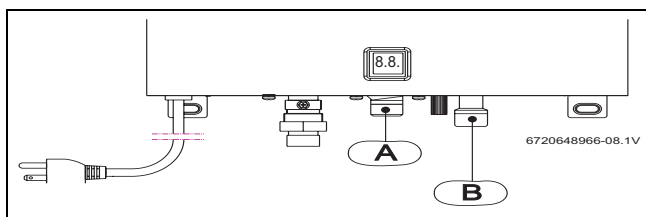

Fig. 13 Ligação da água
- Identificar a tubulação de água fria (→ Fig. 13, [B]) e de água quente (→ Fig. 13, [A]) , de forma a evitar uma possível troca.